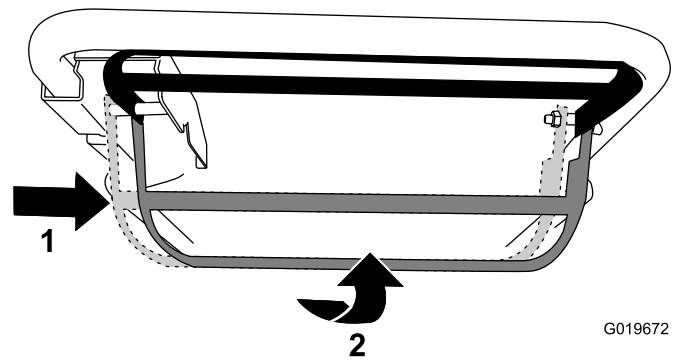

Figura 16
- **Utilizar a transmissão autopropulsora e engatar a lâmina:** Desloque a barra de controlo totalmente para a direita e eleve-a em direção à pega (Figura 16).